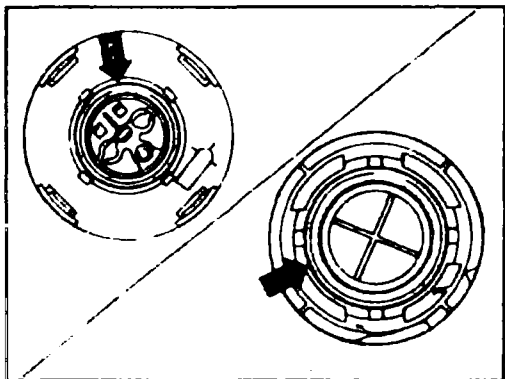

Рис. 4.30 Установка уплотнительных колец
- ◆ Выньте из отверстия топливного бака крышку (2) и уплотнительное кольцо (см. рис. 4.30, 4.31).
- ◆ Установить сверху и снизу уплотнительные кольца топливного насоса (см. по стрелке рис. 4.30) в верхней и нижней части корпуса.